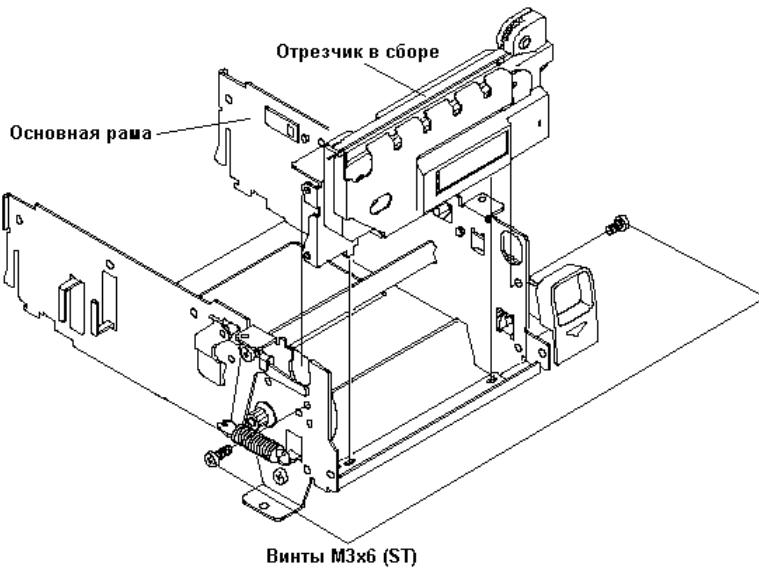

Рисунок 15 Отрезчик
Для отсоединения отрезчика окрутите два винта M3x6 (ST), которыми он крепится к основной раме, и снимите его, вынув металлические язычки (внизу) из отверстий на основной раме (см. Рис. 15):